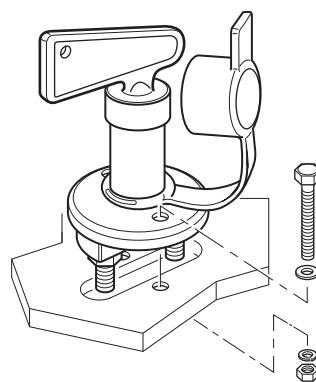

Afb. 43
- ▶ Välj ett lämpligt monteringsalternativ för batterifrånskiljaren (se monteringsexempel (Afb. 43) (.Afb. 44).